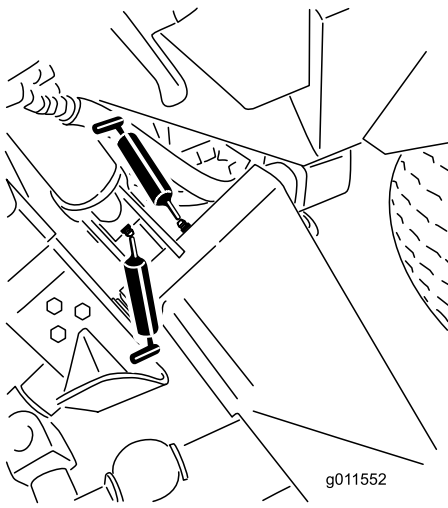
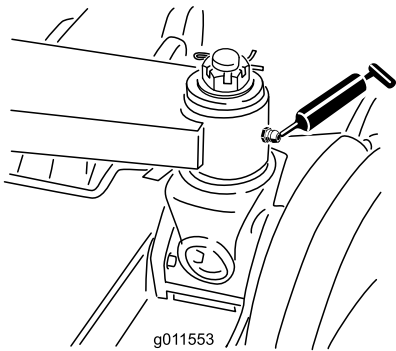

Figure 67
Figure 68
- Bagues de bras de levage principal (6) (Figure 67 et Figure 68)